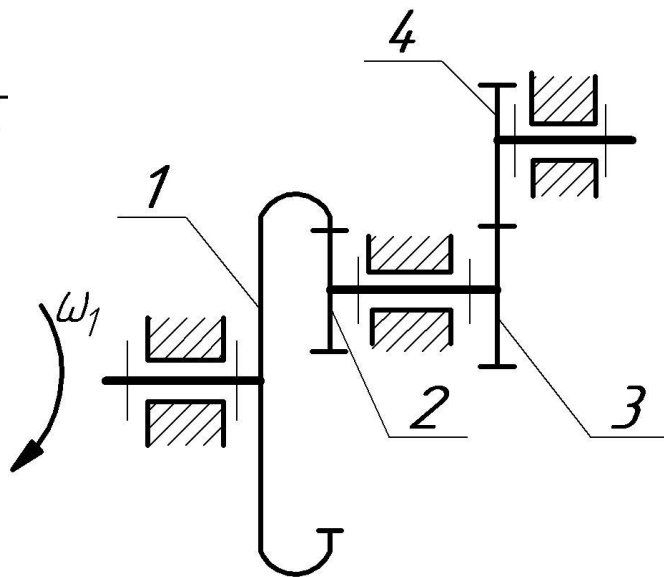

Рисунок 2
**Задача 3** В зубчатом механизме (рис. 2) по заданному числу зубьев  $Z_1$ ,  $Z_2$ ,  $Z_3$ ,  $Z_4$  и модулю  $m$  определить: